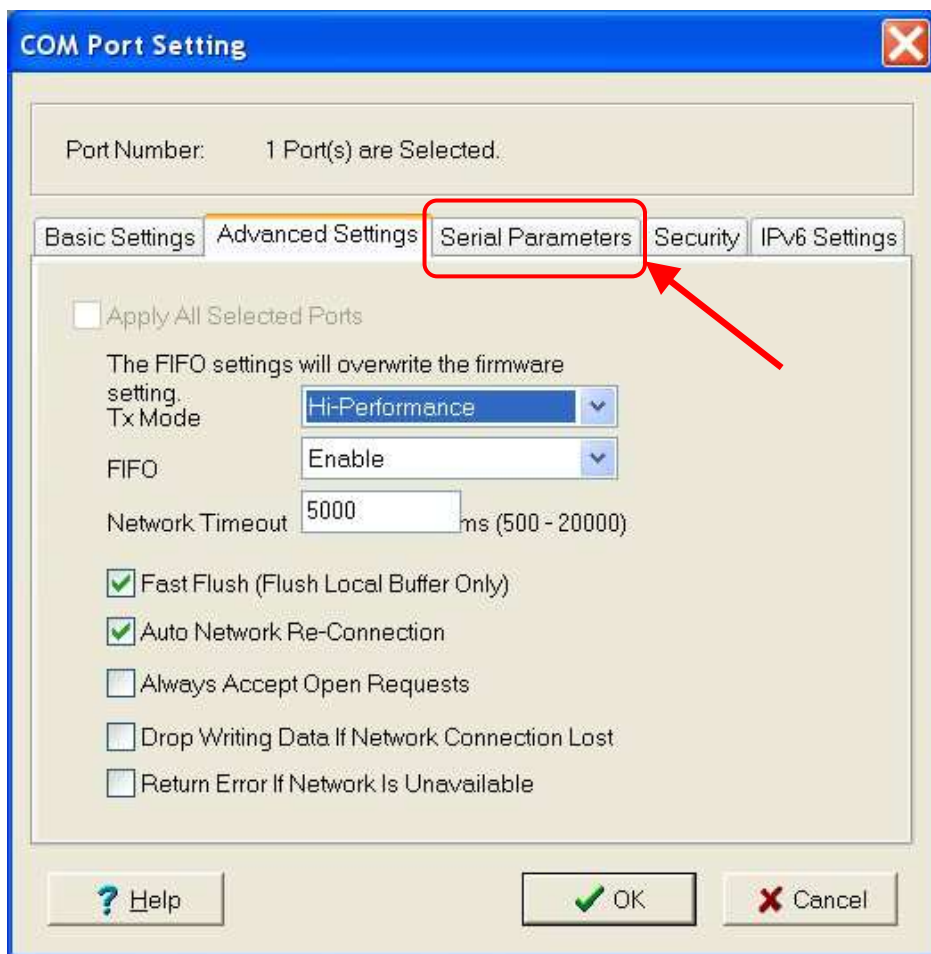

Рис. 16.16. Утилита «NPort Windows Driver Manager», параметры порта, «Advanced Settings».
16.19. Установите параметры порта так, как показано на Рис. 16.16. Далее перейдите на вкладку «**Serial Parameters**».